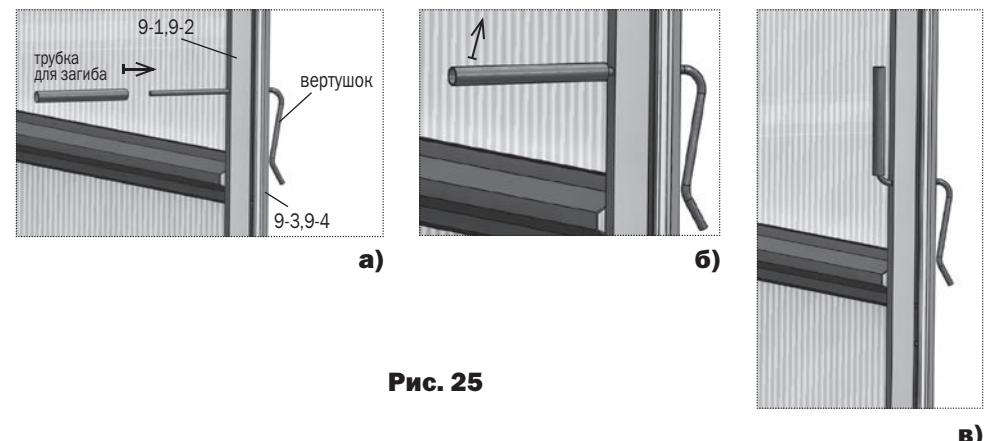

Рис. 25
- 12.** Проволочный вертушок для запирания дверей и форточек вставляется в отверстия стоек дверного проема прямым концом с наружной стороны до упора. С помощью трубы выполняется загиб внутреннего прямолинейного конца рукой вверх (**рис. 25**). Такая конструкция вертушка позволяет упруго прижимать двери и форточки торцов в закрытом состоянии, находясь как снаружи так и внутри теплицы.